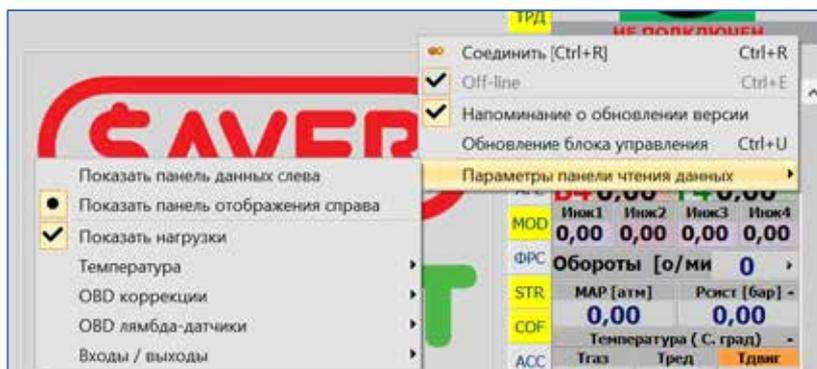

Рис. 2.6 Параметры панели чтения
- **Строка состояния программы** – находится под виртуальной панелью, показывающей статус программы, например: НЕ ПОДКЛЮЧЕНО, подключение контроллера, работа в автономном режиме, выполнение обновления, обнаружение более старой версии программы на ПК или программное обеспечение контроллера, устройство заблокировано. Под правой кнопкой мыши появляется меню с опциями, как на рис. 2.6.